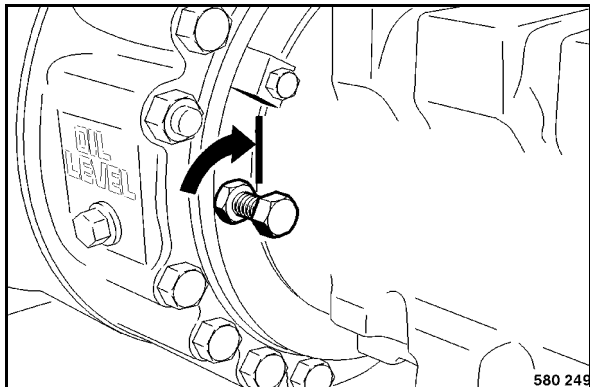

Fig. 113
- Revisser les vis de desserrage du frein (Fig. 113) jusqu'en butée dans le piston de frein.